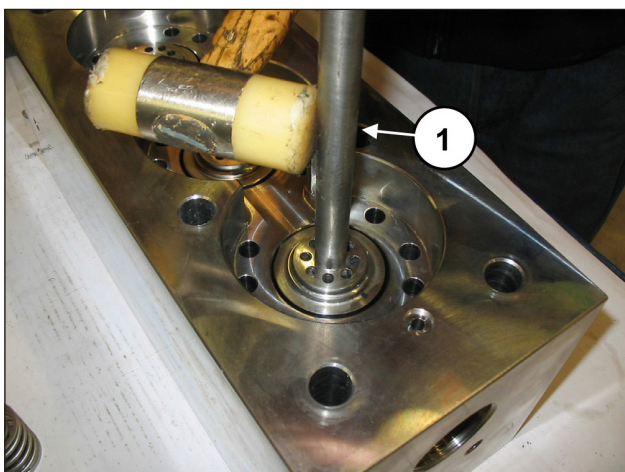

Fig. 102
**Se os locais da válvula estiverem bloqueados no cabeçote, a causa da formação de calcário ou de óxido deve ser retirada, inserindo a ferramenta adequada (cód. 034300020) no furo de fluxo (pos. ①, Fig. 102).**